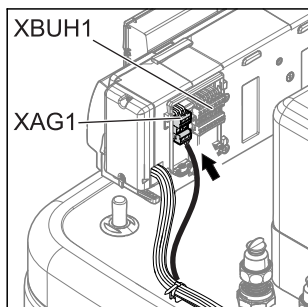
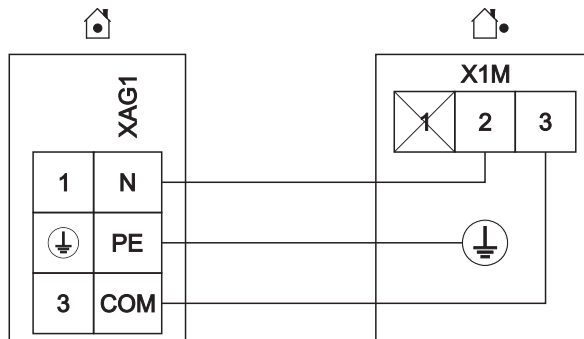

Bild 4-27 Elektrische Anschlüsse Gehäuserückseite (siehe Abschnitt 4.5.1) herstellen.
Bild 4-29 Anschluss Wärmepumpenaußengerät
- Wärmepumpenaußengerät an die Klemmleiste XAG1 (siehe Bild 4-27, Bild 4-29) anschließen.